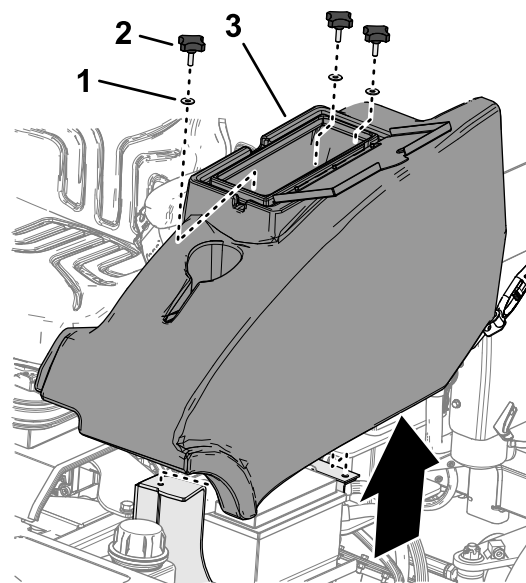

Figura 3
1. A la izquierda de la plataforma del operador, abra la puerta del compartimento de almacenamiento (Figura 3).
2. Retire los 3 pomos y las 3 arandelas que sujetan el compartimento de almacenamiento a la máquina, y retire el compartimento (Figura 3).